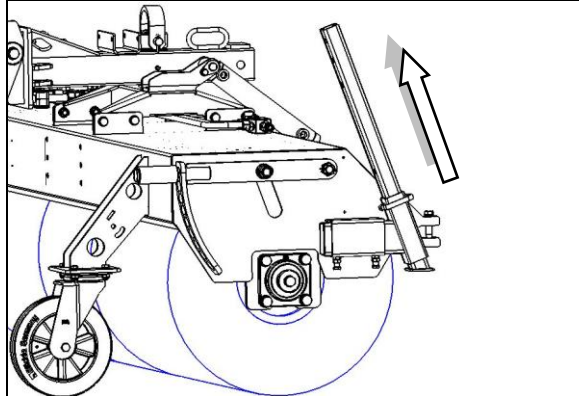

Fig. 4.12
- Pour la balayeuse PLUS 590 à balayage simple, déplacer les deux béquilles (fig. 4.12) vers le haut et les sécuriser avec le boulon d'alignement.